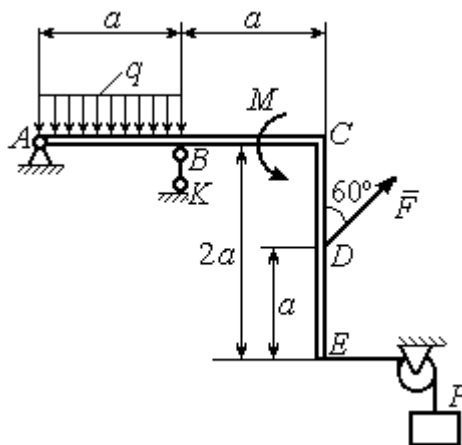

Рис. 1.7. Конструкция рамы
**Задача 1.** Рама  $ACE$  (рис. 1.7) в точке  $A$  закреплена на цилиндрической шарнирной опоре, а в точке  $B$  поддерживается вертикальным невесомым стержнем  $BK$ . На раму действуют: пара с моментом  $M = 8$  Нм, сила  $F = 10$  Н, приложенная в точке  $D$  под углом  $60^\circ$  к раме, и равномерно распределенная нагрузка интенсивностью  $q = 2$  Н/м, приложенная на отрезке  $AB$ . В точке  $E$  под прямым углом к участку балки  $CE$  прикреплен трос, несущий груз  $P = 20$  Н. Пренебрегая весом балки, определить реакцию шарнира  $A$  и реакцию стержневой опоры  $BK$ , если  $a = 2$  м.